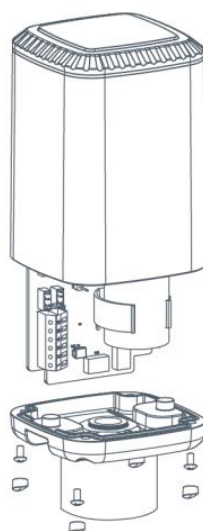

Рисунок 3.
1. Снимите монтажный кронштейн, снимите крышку и винты в нижней части устройства и затем снимите крышку корпуса. (Рисунок 3)